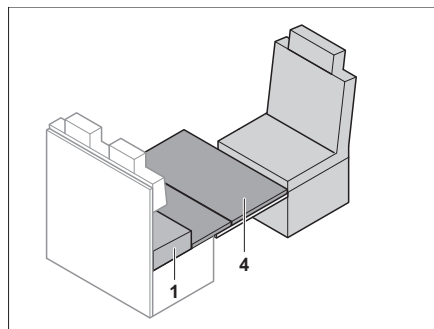

Bild 145 Lägg på underlägget för extrasängen
- Lägg underlägget för extrasängen (Bild 145,4) på bordet. Lägg då den främre kanten för underlägget för extrasängen direkt på förarstolen.